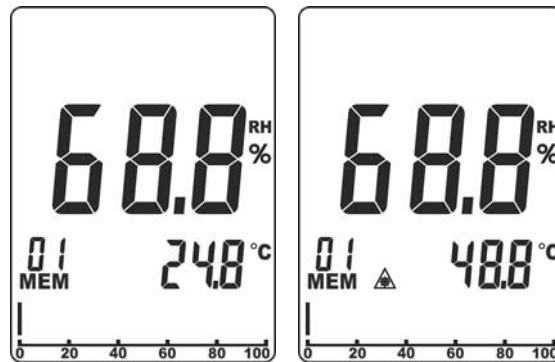

Abb. 10: Infrarot-Temperaturmessung (IRT)
3. Die Lufttemperatur erscheint im sekundären Display (siehe Abb. 10 – linke Seite).
4. Drücken Sie die Taste **IRT/▲** zur Aktivierung der IRT Messung. Der Laserpointer aktiviert sich kurz und das Symbol "▲" erscheint im Display, bis die Messung beendet ist. Der Wert der IRT Temperatur erscheint im sekundären Display für ca. 15s (siehe Abb. 10 – rechte Seite). Danach kehrt das Gerät automatisch zurück zur Messung der Lufttemperatur.